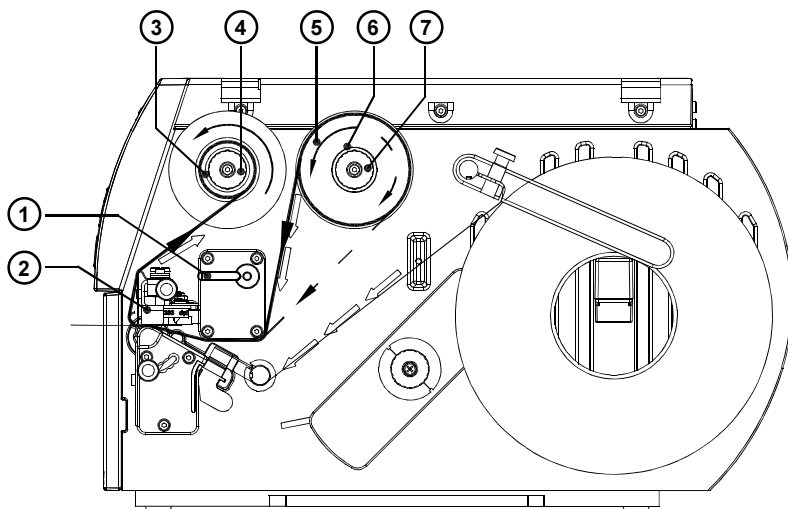

Figura 5
1. Spostare la leva (1) in senso orario fino al punto di arresto, sollevando in questo modo l'unità della testina di stampa (2).
2. Spingere il rotolo del nastro transfer (5) sullo svolgitore (6) fino al punto d'arresto.
3. Tenere saldo il rotolo del nastro e ruotare il dado (7) in senso antiorario fino a percepire una certa resistenza. In questo modo, il rotolo di nastro (5) viene fissato sullo svolgitore (6).
4. Spingere un'anima di nastro di larghezza adeguata sull'avvolgitore (3) e bloccare l'anima ruotando il dado (4) in senso antiorario.
5. Inserire il nastro transfer come rappresentato nella figura 5 e incollare il pezzo iniziale del nastro con un nastro adesivo (ad es. etichetta) sull'anima del nastro. Nella figura 5, la linea continua si riferisce a rotoli di nastro transfer con lato di rivestimento verso l'interno, la linea tratteggiata a rotoli con lato di rivestimento verso l'esterno.
6. Calandrare e tendere il nastro transfer, ruotando l'avvolgitore (3) in senso antiorario.
7. Spostare la leva (1) in senso antiorario fino al punto di arresto. In questo modo, viene bloccata la testina di stampa (2).